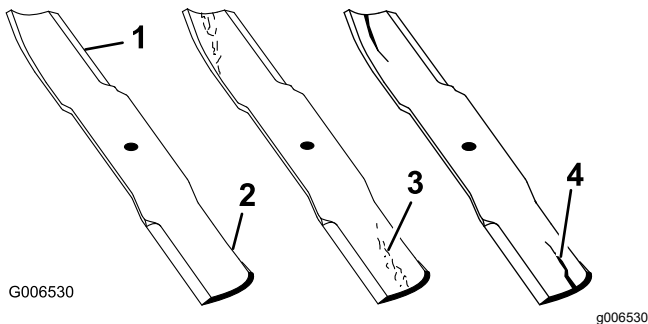

Figura 76
1. Inspeccione los filos de corte (Figura 76).
4. Si observa fisuras, desgaste o la formación de una ranura en esta zona, instale de inmediato una cuchilla nueva (Figura 76).